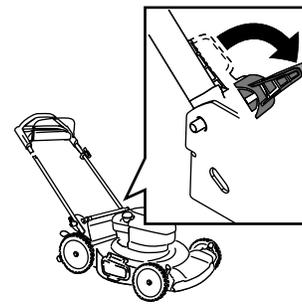

Bild 21
3. Lösen Sie die Holmarretierung (Bild 21).